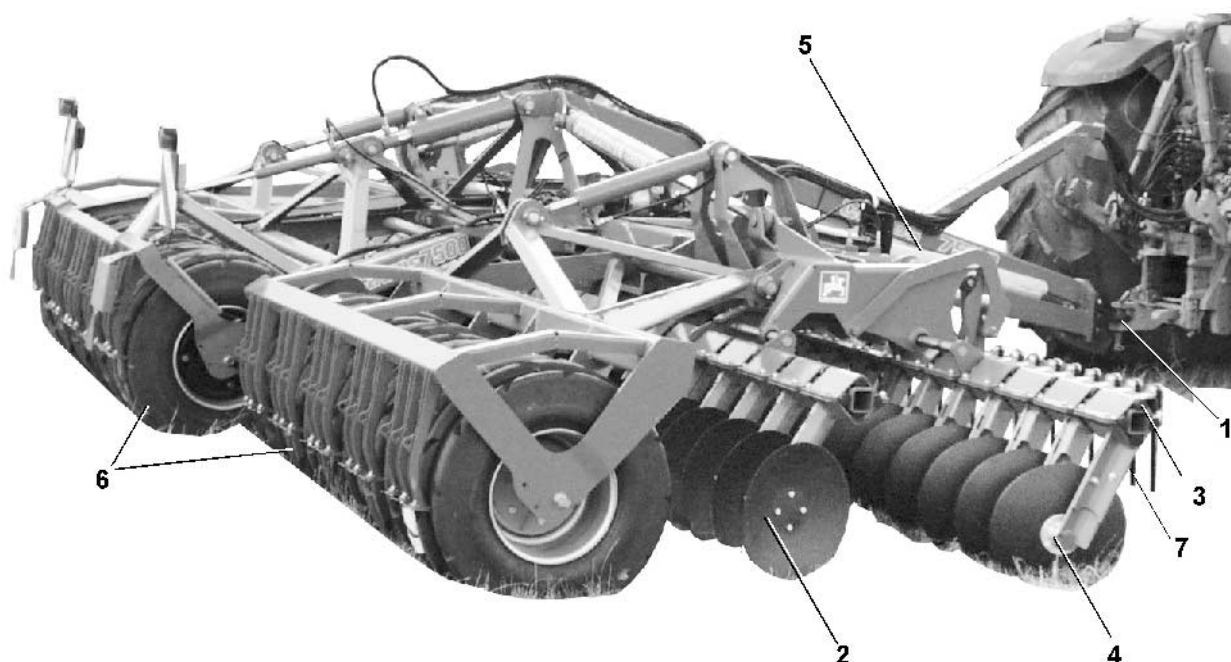

Fig. 11
Dessa **Catros** modeller kopplas i traktorns draganordning (Fig. 11/1).
Tallrikarna (Fig. 11/2), som ger en störningsfri inblandning/bearbetning, är monterade i 17° arbetsvinkel fram och i 14° arbetsvinkel bak, i förhållande till körriktningen.
Tallrikslagringen (Fig. 11/4) består av ett dubbelradigt vinkelkullagar med glidringstätning, lagerhuset är oljefyllt för optimal smörjning och är dessutom helt underhållsfritt.
- De båda tallriksraderna kan sinsemellan förskjutas via en inställningsenhet (Fig. 11/5) och anpassas efter rådande arbetsdjup och körhastighet. Inställningen sker med AMAZONE-excentersprintar.